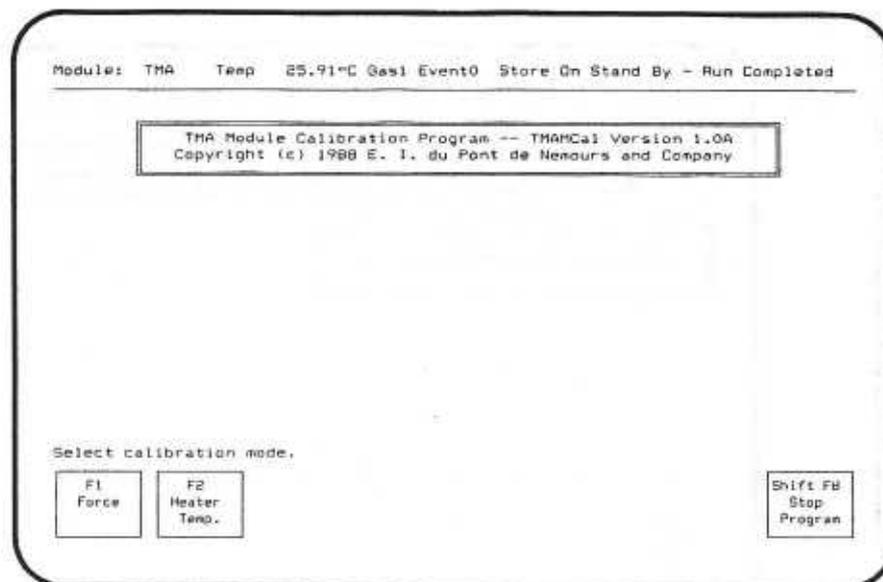

Bild 45
5. Warten Sie, bis die Meldung "Ready" erscheint, und drücken Sie dann F1 (Start Program). Das TMA-Kalibrierungsprogramm begrüßt Sie mit seinem Eingangsmenü (Abb. 45).